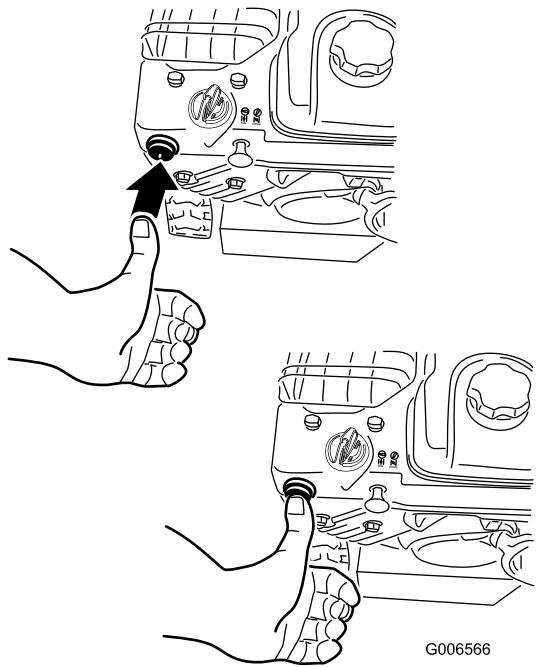

Figure 27
4. Avec le pouce, appuyez fermement sur l'amorceur à 2 reprises (à partir de -9°C) ou à 4 reprises (en dessous de -9°C), en marquant une pause d'une seconde chaque fois (Figure 27).